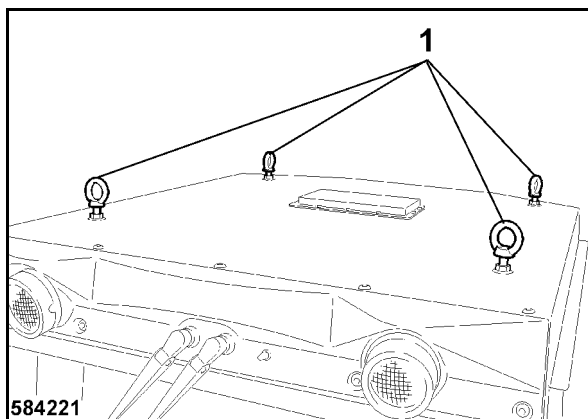

Fig. 168
- Fijar el medio de fijación en las cuatro orejas de elevación 1 (Fig. 168).